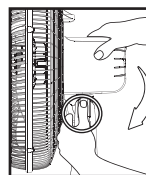

Figura 18
- Para direcionar o fluxo de ar, deve-se pressionar o botão para ajuste de inclinação conforme o indicado na figura 18, e posicionar o motor na inclinação desejada como mostrado na figura 19.